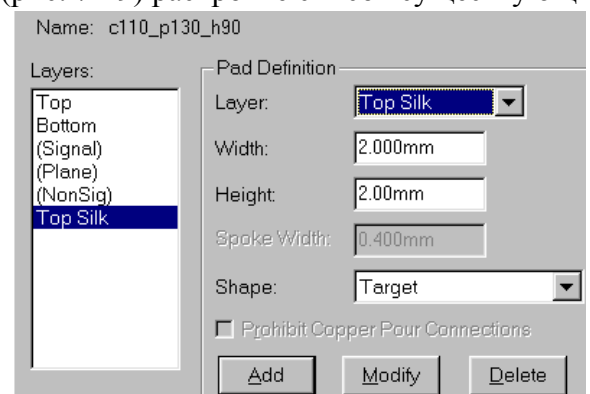

Рис. 7-22. Добавление нового слоя.
- 5) Нажмите кнопку **Add**. Новый слой появится в списке *Layers*, как показано на рис. 7-22.